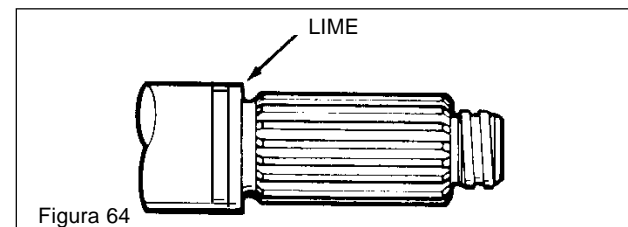

Figura 64
- Alise con una lima el resalto del eje contra el que hace contacto el rotor para quitar el "extremo abocardado" y facilitar el desmontaje del asiento del sello. (Vea la figura 64)